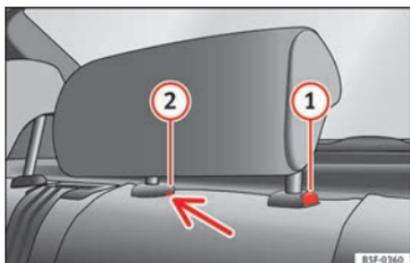

Fig. 142 Apoyacabezas trasero central: punto de desbloqueo.
- Pulse la tecla **1** » **fig. 142**, apretando a la vez por el orificio del seguro **2** » **fig. 142** con un destornillador plano de máximo 5 mm de anchura y retire el apoyacabezas.